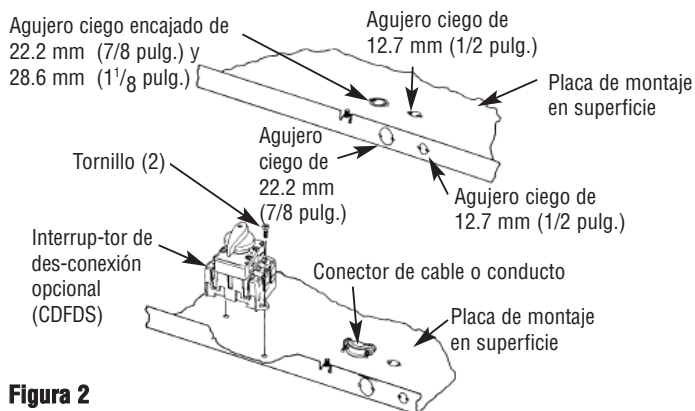

Figura 2
7. Coloque la placa de montaje en superficie contra el cielo raso y fíjela con pernos o tornillos (Figura 2). Consulte la Advertencia No. 9, en la página 1. Conecte el conductor de tierra al tornillo verde de conexión a tierra en la placa de montaje en superficie.